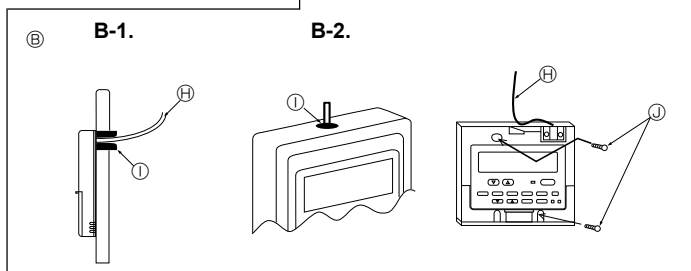

Fig. 6-3
(2) Καλύψτε την είσοδο του καλωδίου στο τηλεχειριστήριο με στόκο ή μαστίχη για να αποφεύγετε την ενδεχόμενη είσοδο σταγόνων, νερού, καταρσιδίων ή ακουλικιών. (Fig. 6-3)
B-2. Για να περάσετε το καλώδιο του τηλεχειριστηρίου μέσω του πάνω μέρους [Fig.6-3]